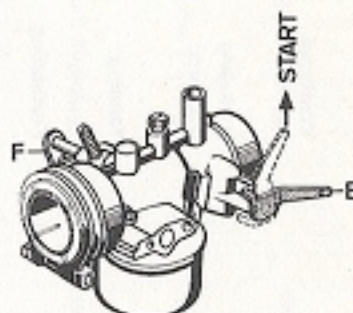

Fig. 2
- Placer le choke E (fig. 2) du carburateur en pos. "Départ".
- Starterhebel E (fig. 2) am Vergaser in Stellung "Start" bringen.
- Startarmen E (fig. 2) på forgassaren skal stå i stilling "Start".